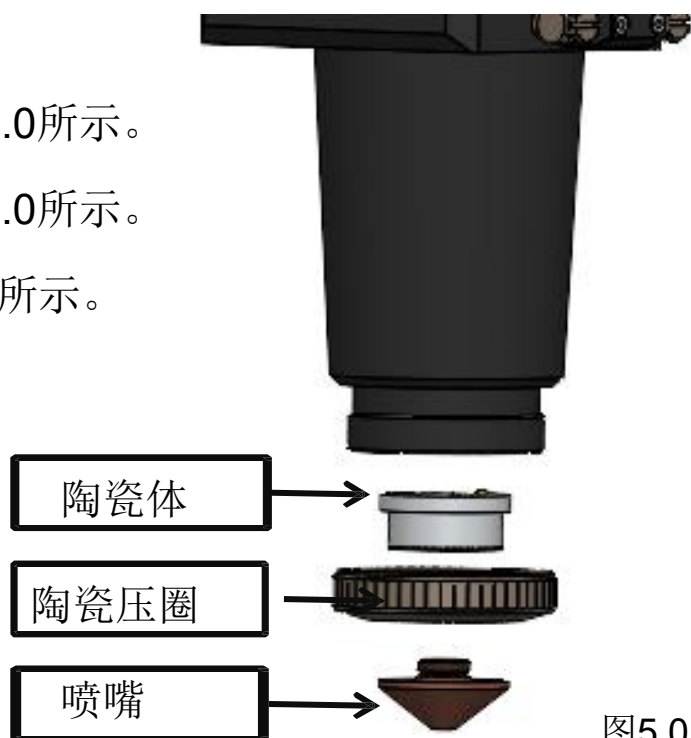

图5.0
- ① 切割工作时应使用干燥、纯净的辅助气体。气体中含水、油等杂质时工作间隙会发生突变，甚至造成传感器工作失常。建议使用高纯氧气，同时配置气体干燥器、油水分离器等装置。
- ② 传感器污损后要予以清洁。要用干净、干燥的棉布等清洁，不要用液体清洗切割头及陶瓷，清洁后要正确连接装配。
- ③ 陶瓷体损坏后可以更换。更换后要与放大器一起通过复位操作对电气系统进行初始化。
- ④ 切割嘴的形状、尺寸都直接影响传感器的特性。因此必须使用规定的切割嘴。
- ① 逆时针旋转拆下喷嘴，如图5.0所示。
- ② 逆时针旋下陶瓷压圈，如图5.0所示。
- ③ 竖直向下取出陶瓷，如图5.0所示。